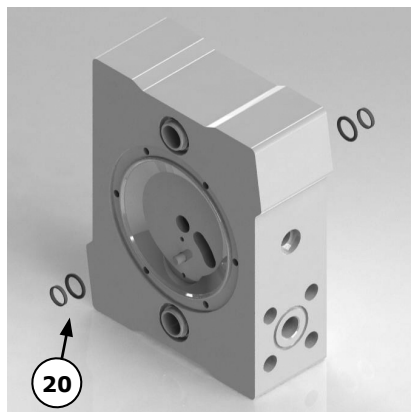

Abbildung 10
Gilt für die Modelle VA-P15 bis VA-P50 (nicht für VA-P8 und VA-P10). Entfernen Sie vorsichtig die Membranwellenlager und Dichtungen (20) aus ihren Nuten im Mittelgehäuse. (Lager und Dichtungen müssen nach ihrem Ausbau ausgetauscht werden!) Achten Sie darauf, die Kanten der Nuten nicht zu beschädigen (siehe Abb. 10).